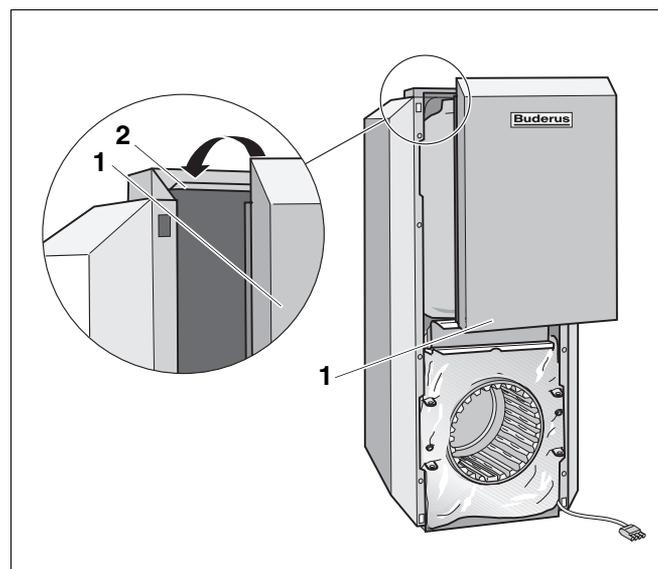

Abb. 18 Obere Vorderwand montieren
- Obere Vorderwand (Abb. 18, **Pos. 1**) in die Abkantung der vorderen Kesselhaube (Abb. 18, **Pos. 2**) einhängen.